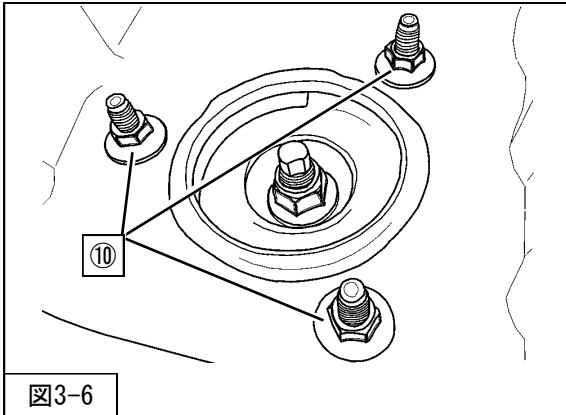

図3-6
8. ⑩リアサスペンションASSYアッパー取付ナットを取外してください。(図3-6)